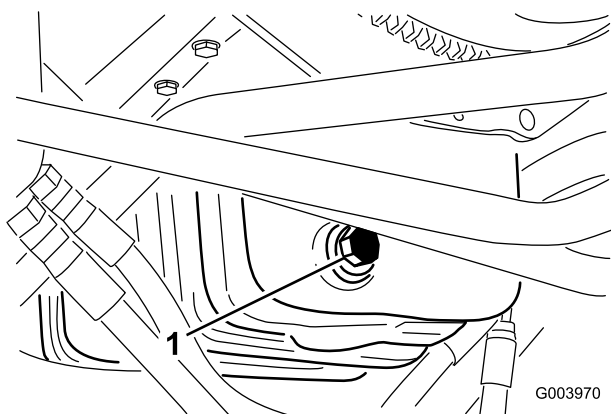

Bild 54
- Entfernen Sie die Ablassschraube (Bild 54) und lassen Sie das Öl in die Auffangwanne ab.